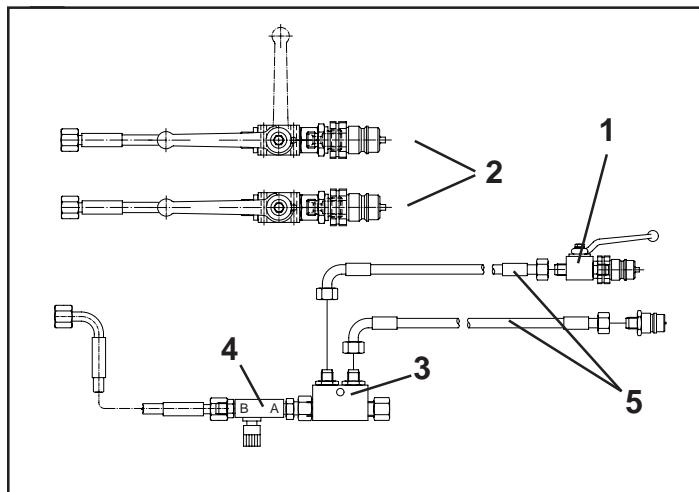

Fig. 25
- Pos.2, Fig.25: am Streuer vorhandene Hydraulikanschlüsse für die Schieberbetätigung
- Pos.5, Fig.25: Hydraulikanschlüsse für den Limiter an doppeltwirkendes Steuerventil schrauben
Den vormontierten Blockkugelhahn mit SVK-Stecker (Fig.25/1) vom Hydraulikschlauch des Limiters abschrauben und für Sperrblock nutzen.
Den Sperrblock (Fig.25/3) hinter die Drossel (Fig.25/4) schrauben.
Die Hydraulikschläuche und ein SVK-Stecker (Fig.25/5) sind im Lieferumfang der Sonderausstattung enthalten.
- Pos.2, Fig.25: hydraulic connections for shutter control available on the tractor
- Pos.5, Fig.25: Bolt hydraulic connections for the Limiter on to a double acting control valve
Remove the pre-assembled block ball tap with the coupling plug (Fig. 25/1) from the hydraulic hose of the Limiter). Use both for locking valve.
Bolt the locking valve (Fig.25/3) to the rear of the throttle (Fig.25/4).
The hydraulic hoses and one quick coupling plug (Fig. 25/5) are contained in the scope of delivery.
- Pos.2, Fig.25: raccords hydrauliques existants sur l'épandeur pour la commande des trappes
- Pos.5, Fig.25: visser les raccords hydrauliques pour le limiteur sur le distributeur double effet
Dévisser le robinet à boisseau sphérique assemblé avec de la prise d'accouplement rapide (Fig.25/1) au niveau du flexible hydraulique du limiteur et l'utiliser pour la valve de blocage.
Visser la valve de blocage (Fig.25/3) derrière le restricteur (Fig.25/4).
Les flexibles hydrauliques et une prise d'accouplement rapide (Fig.25/5) sont compris dans la livraison de l'équipement spécial.
- Pos.2, Fig.25: op de strooier aanwezige hydraulische aansluitingen voor de schuifbediening.
- Pos.5, Fig.25: hydrauliekaansluiting voor de Limiter op een dubbelwerkend stuurventiel aansluiten.
De voorgemonteerde kogelkraan met insteekkoppeling (Fig.25/1) losmaken van de hydrauliekslang voor de Liminter en voor het blokkeerventiel gebruiken.
Het blokkeerventiel (Fig.25/3) wordt achter de instelbare reduceerklep (Fig.25/4) aangesloten.
De hydrauliekslangen en een insteekkoppeling (Fig. 25/5) behoren tot de levering van de extra uitrusting.